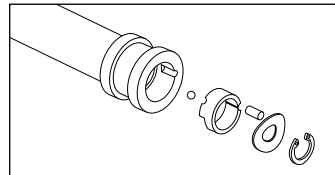

Fig. 3
2. Retire de la varilla del amortiguador la válvula de la base del tubo superior. Fíjese en la orientación de la válvula de retención, los platos de retención, las arandelas onduladas y la corredera. (Fig. 3).
7. Retire cuidadosamente el plato graduado, la arandela ondulada, la aguja graduadora y la bola graduadora. Esta última está situada por debajo del plato graduado (Fig. 3). Tenga cuidado de no perder la bola graduadora, ya que es de pequeño tamaño y puede extraviarse fácilmente.